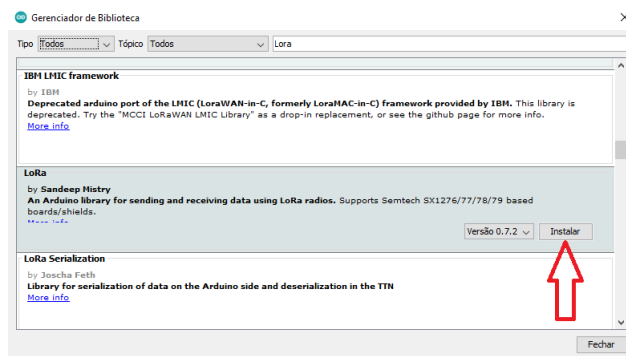

Figura 2.14: Passo 8
- Após entrar no site clique no local indicado na figura 2.14 e faça o download para a versão do seu sistema operacional;